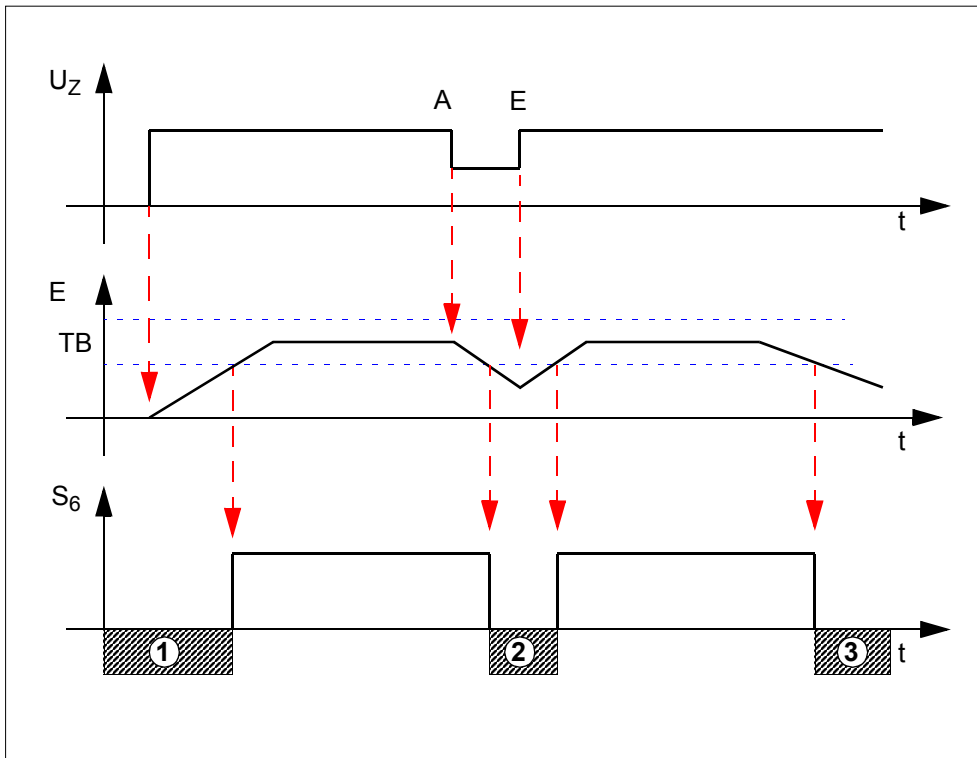

Fig. 11: Signal Überwachungsschnittstelle Klemme „6“
Den Zusammenhang verdeutlicht nachfolgende Abbildung (Fig. 11).
Netzausfall ② (Fig. 11)
DEU-SU arbeitet nicht ordnungsgemäß ③ (Fig. 11)